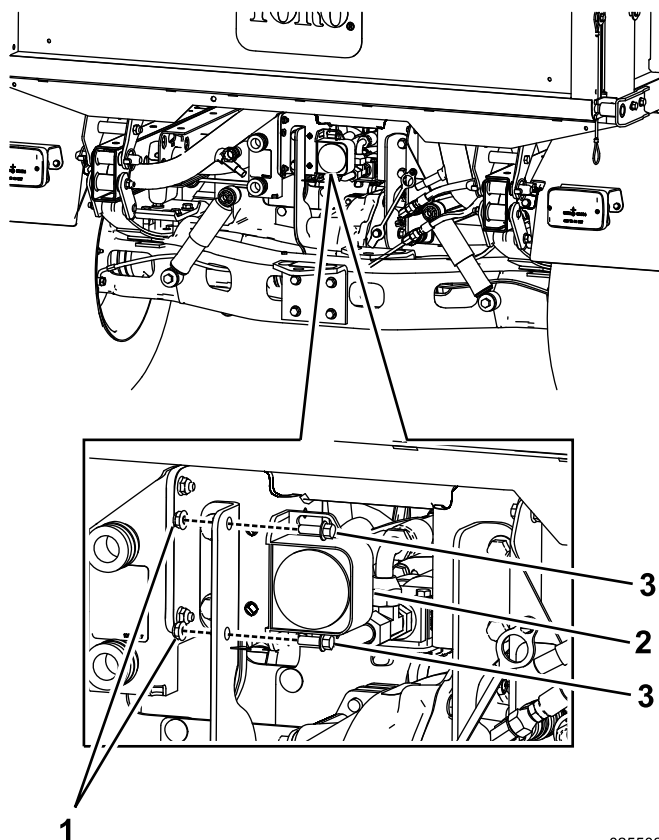

Figura 2
5. Collegate l'allarme di riserva alla staffa posteriore della macchina mediante i bulloni esagonali e i dadi (Figura 2).